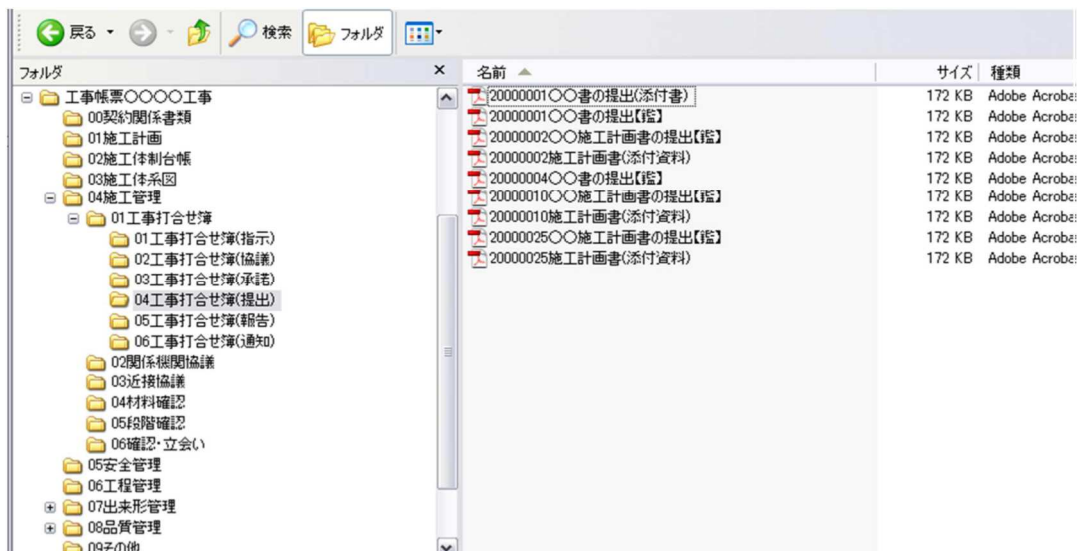

図3 検査時のパソコン画面初期表示
- ・ 検査時のパソコンの初期画面として、検査対象のフォルダ・ファイルをWindowsのエクスプローラ機能等でツリー表示させてください。(図3参照)